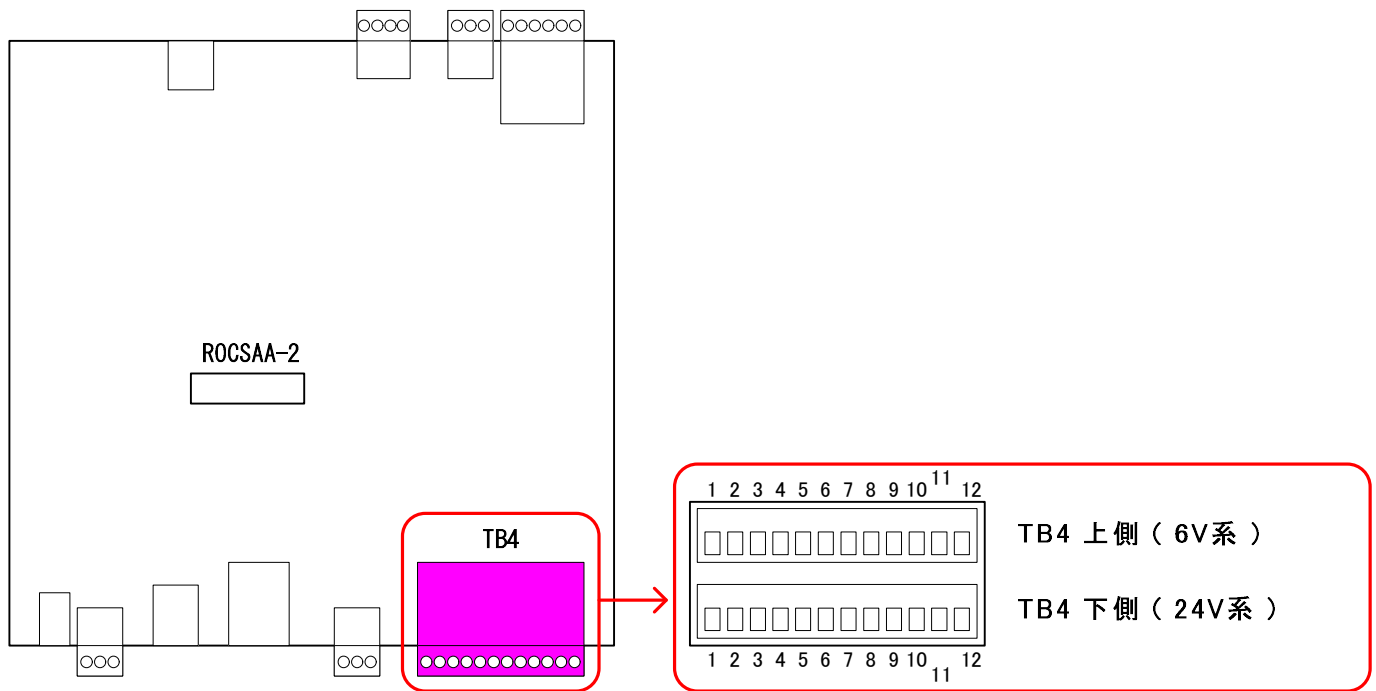

図3.3.2-1 インターホン接続端子(TB4)
- 図3.3.2-5 インターホン6V多局の接続図(RG2タイプ)
- 図3.3.2-6 インターホン24V単局/多局の接続図